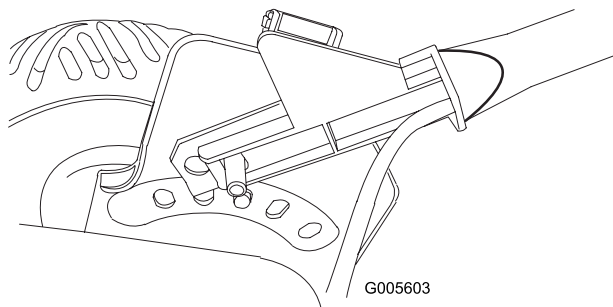

Figura 5
3. Mientras sujeta el extremo inferior izquierdo del manillar en su posición, coloque la guía del cable en el extremo derecho del manillar inferior, empuje hacia dentro el extremo del manillar junto con la guía del cable, e instale el conjunto sobre el espárrago del soporte derecho del manillar (Figura 5).